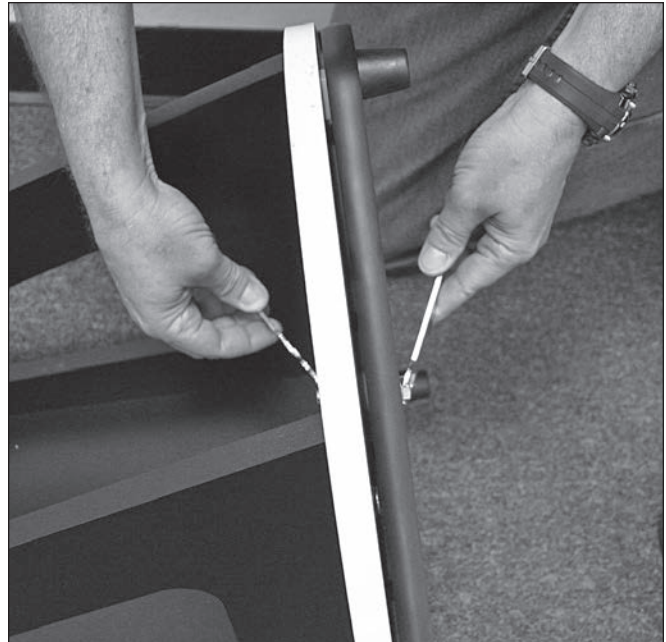

Abbildung 6. Verwenden Sie die beiden mitgelieferten Maulschlüsseln, wie gezeigt, um die untere Basisplatte an der oberen Basisplatte zu befestigen.
- Platzieren Sie nun die übrige Metallscheibe (K) auf der Schraube, gefolgt von der Kontermutter (M). Verwenden Sie die beiden enthaltenen Gabelschraubenschlüssel, um die Kontermutter mit einem der Schraubenschlüssel zu drehen, während Sie den Kopf der Sechskantschraube mit dem anderen festhalten, oder umgekehrt (**Abbildung 6**). Ziehen Sie die Kontermutter mit dem Schlüssel so fest an, dass beim Anheben der Montierung noch ein winziger Abstand zwischen